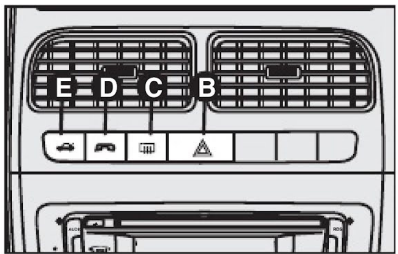

fig. 62
**B - Luzes de emergência** - Botão com indicação de função para ligar e desligar as luzes de emergência. Acendem-se apertando levemente o botão **B-fig. 62**, independente da posição da chave de ignição. Com o dispositivo ligado, o símbolo sobre o interruptor **B** e o indicador , no quadro de instrumentos iluminam-se de modo intermitente.
**D - Sistema Viva-voz, Bluetooth® - fig. 62**
**O botão D-fig. 62 substitui o botão de controle remoto do kit de suplemento citado;**
**E - Abertura automática do porta-malas fig. 62.**